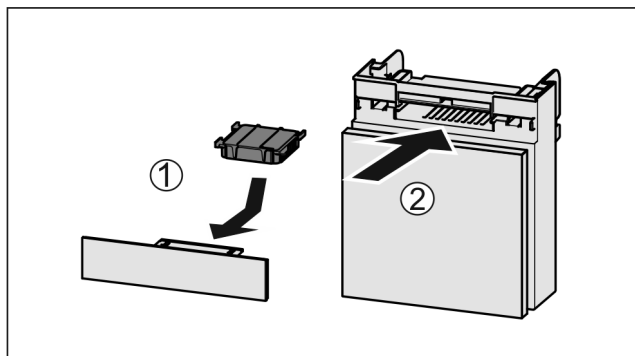

Fig. 182
- Umetnite filter s aktivnim ugljenom kao što je prikazano na slici Fig. 182 (1).
- Umetnite pretinac Fig. 182 (2).